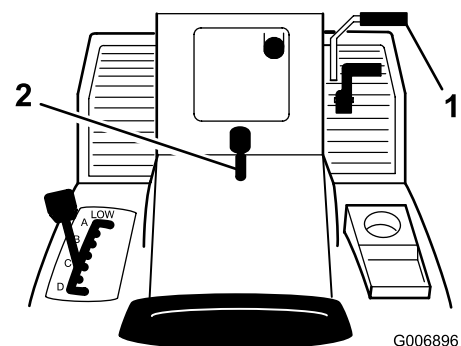

Bild 4
1. Treten Sie das Bremspedal (Bild 4) durch und halten Sie es gedrückt.
2. Ziehen Sie den Feststellbremsshebel (Bild 4) hoch und nehmen den Fuß nach und nach vom Bremspedal.
1. Treten Sie das Bremspedal durch (Bild 4).